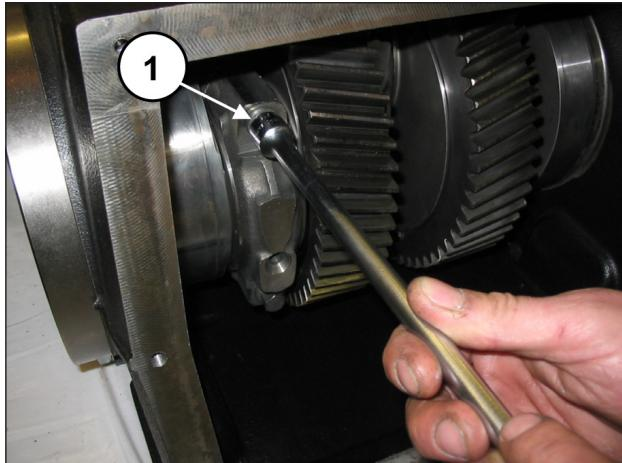

Fig. 17
Desaperte os parafusos da biela (pos. ①, Fig. 17).